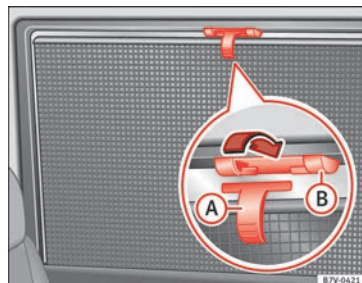

Fig. 143 I højre siderude bagi: rullegardin
- Træk rullegardinet helt op ved hjælp af det fremstående greb » Fig. 143 ①.
- Sæt stangen ind i de tilhørende holdere ② ved hjælp af de to øjer. Sørg for, at rullegardinet, der er trukket for, sidder godt fast i de to holdere ②.
- Hægt rullegardinet af foroven, og før det nedad med hånden for at rulle det fra » ③.